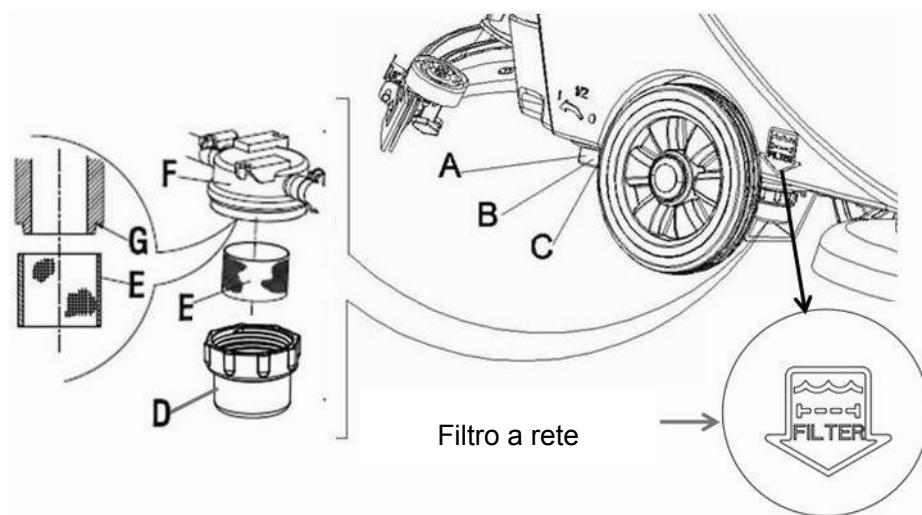

Figura 17
3. Premere l'interruttore (41) in posizione "O" per spegnere l'apparecchio.
4. Chiudere la valvola di drenaggio (A, Figura 17) (situata sul fondo dell'apparecchio, dietro le ruote). Posizione B valvola aperta, posizione C valvola chiusa.
5. Togliere il coperchio trasparente (D), e quindi estrarre il filtro (E), e collocarli nella scatola del filtro (F) dopo averli puliti.
**Il filtro (E) deve essere accuratamente collocato nella posizione indicata nella proiezione (G).**
6. Aprire la valvola di drenaggio (A).